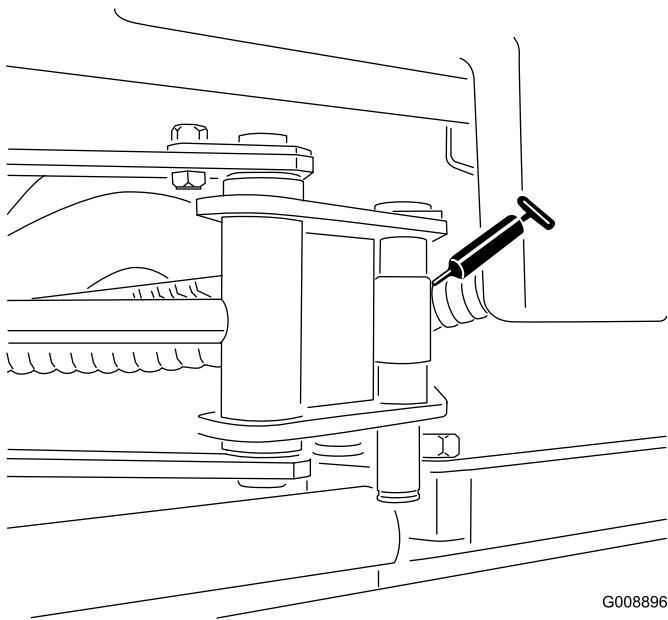

Bild 33
- 2 Ausleger-Zylinderenden (Bild 33)